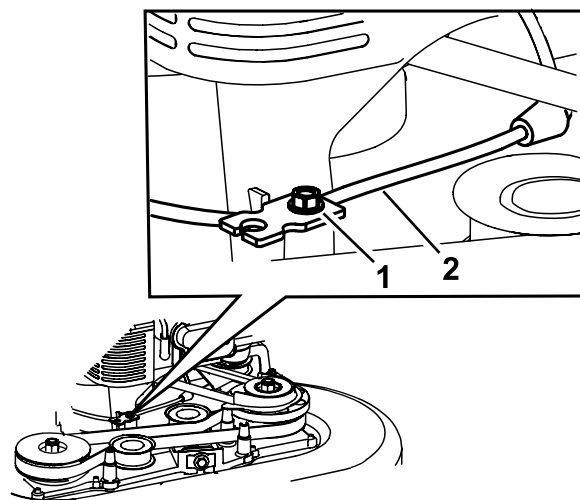

Figure 47
5. Desserrez la vis du serre-câble (Figure 47).